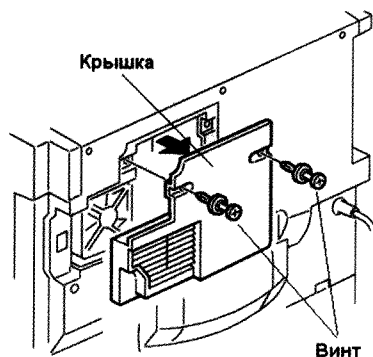

Рис. 1. Снятие задней средней крышки для доступа к слоту карты флэш-памяти
2. Снимите заднюю среднюю крышку, (см. рис. 1), открутив два винта.